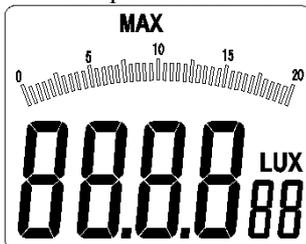

Fig. 3-1-3
- Presione la tecla “MAX/MIN” por corto periodo de tiempo,el valor “MAX” aparecerá encima del display LCD(Fig. 3-1-3);